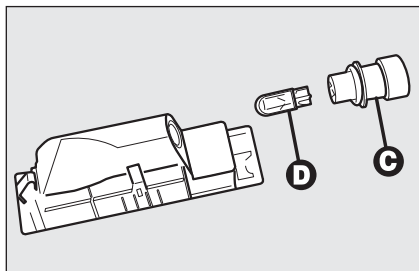

fig. 41
- ☐ estrarre il portalampada **C-fig. 41** facendolo ruotare leggermente e sostituire la lampada **D** inserita a pressione.